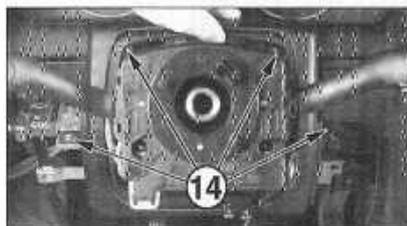

FIGURE 9-7
- les 4 vis de l'encadrement de colonne de direction (14) et le déposer (figure 9-7).